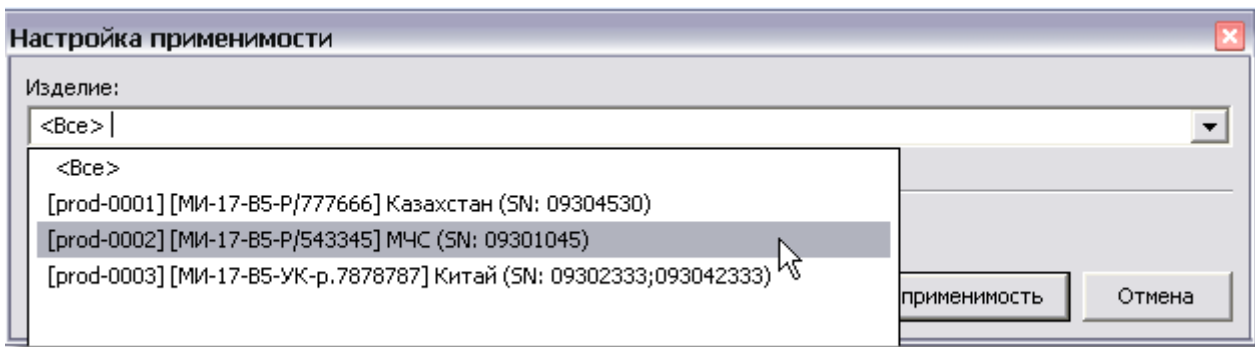

Рис. 10.50
2. Из раскрывающегося списка поля **Изделие** выберите экземпляр изделия «[МИ-17-В5-Р/543345] МЧС (SN: 09301045)» (Рис. 10.50).